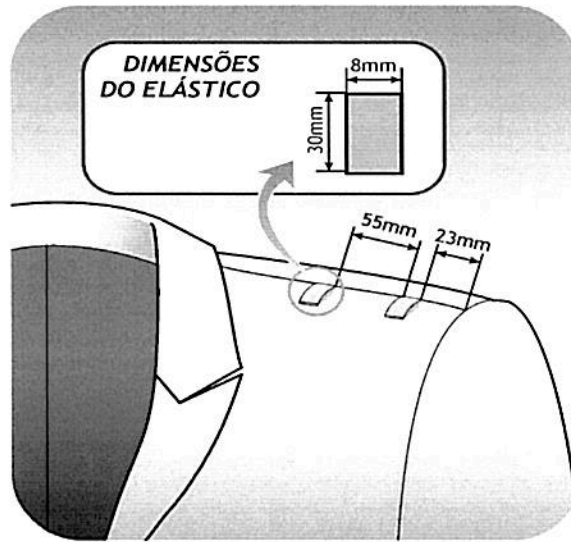

Figura 1: detalhe do passante.
8.6. A jaqueta para oficial possuirá, em cada ombro, dois passantes de elástico (CC), fixados perpendicularmente à costura de união das partes dianteira e traseira da peça, com 8 mm (CD) de largura por 30 mm (CD) de comprimento; o primeiro passante distará 23 mm (CD) da junção do corpo com a manga e o segundo 55 mm (CD) do primeiro, em ambos os lados (conforme Figura 1). Cada passante, depois de costurado à túnica, deverá deixar um orifício livre de 20 mm (CD) para o encaixe da platina dura.